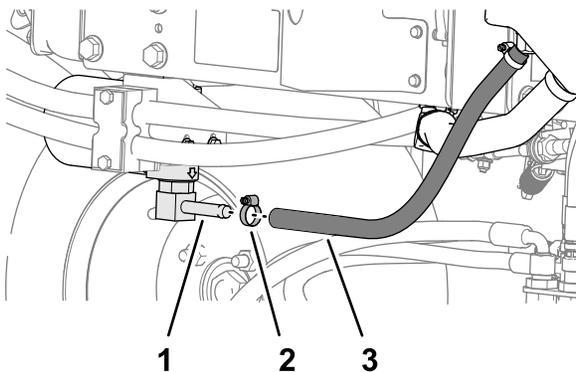
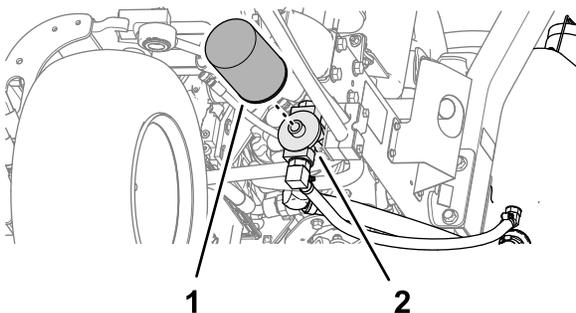

图 89
图 90
- 断开液压软管图 89 或卸掉液压油过滤器图 90 让液压油排放到放油盘中。